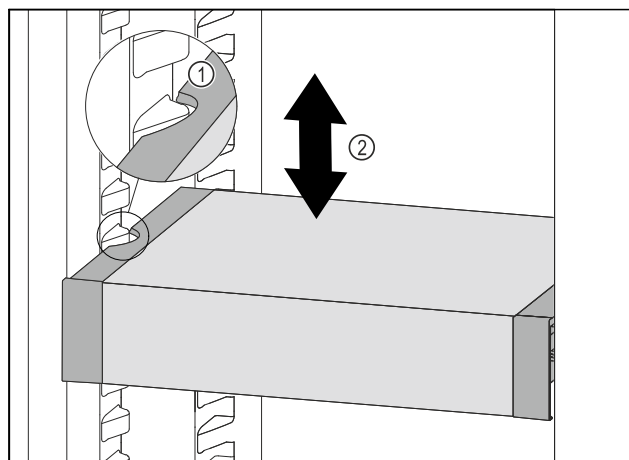

Fig. 118
- Dra VarioSafe framåt tills sidofördjupningarna på VarioSafe är i samma nivå som behållarlisterna i kyldelen. Fig. 118 (1)
► Förflytta VarioSafe uppåt eller nedåt i kyldelen tills önskad höjd har uppnåtts. Fig. 118 (2)